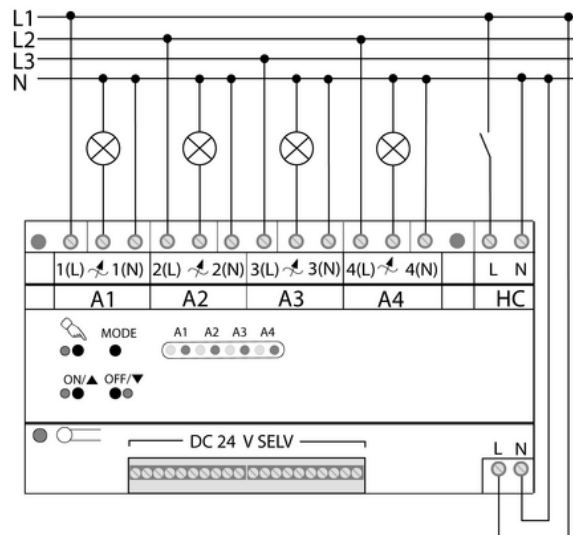

Bild 3: Anschlussbeispiel Netzversorgung, Hotelcardschalter und Lasten
Ausgangsklemmen liegen oben (Bild 3).
- Netzversorgung anschließen (Bild 3).
- Hotelcardschalter gemäß Anschlussbeispiel anschließen (Bild 3).
- Lasten gemäß Anschlussbeispiel anschließen (Bild 3).